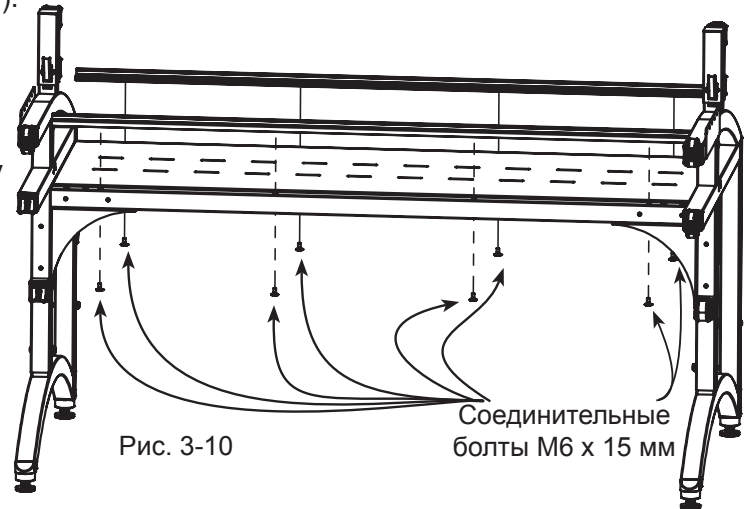

Рис. 3-10
3-4-С: Убедитесь, что опорный профиль не искривлен и придерживайтесь того же расстояния от края по всей длине рамы квилтинг-машины перед тем, как частично закрепить с помощью (8) крепежных болтов М6 х 15 мм. После того, как все болты будут установлены, убедитесь, что профиль не искривлен и надежно закреплен болтами. (См. Рис. 3-10).